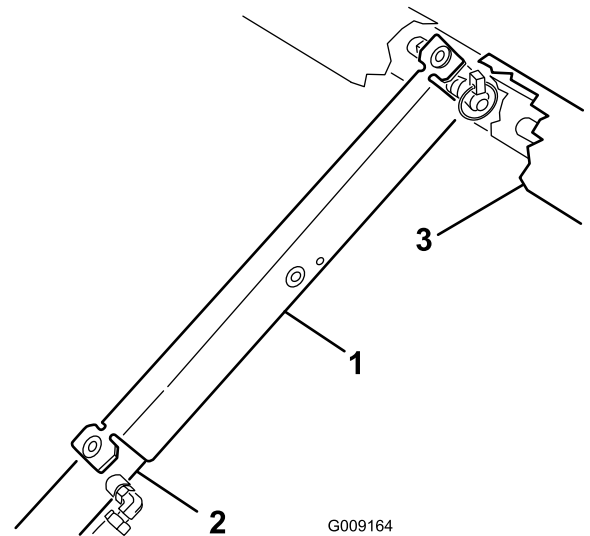

Bild 14
3. Schieben Sie die Ladepritschenstütze auf die Zylinderstange. Achten Sie darauf, dass die Endnasen der Stütze auf dem Ende der Zylindertrommel und auf dem Ende der Zylinderstange aufliegen (Bild 14).